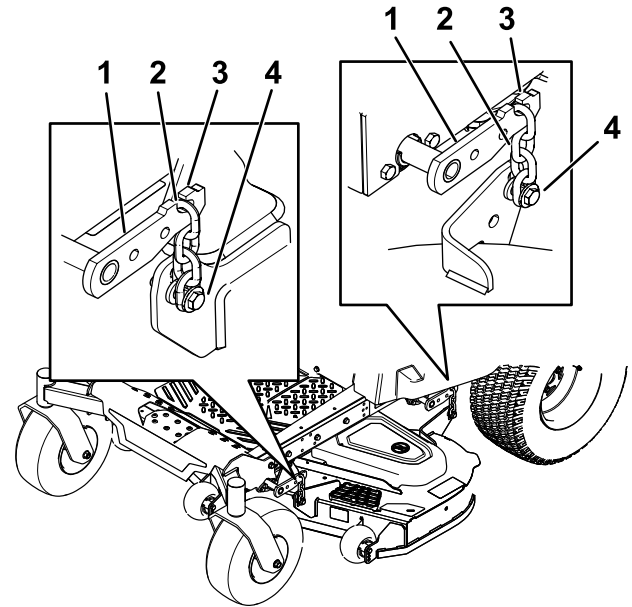

Figura 59
5. Afloje los pernos de ajuste en las cuatro esquinas, hasta que la carcasa quede bien asentada sobre los cuatro bloques (Figura 59).
6. Asegúrese de que las cuatro cadenas están tensadas (Figura 59).
7. Apriete los cuatro pernos de ajuste (Figura 59).